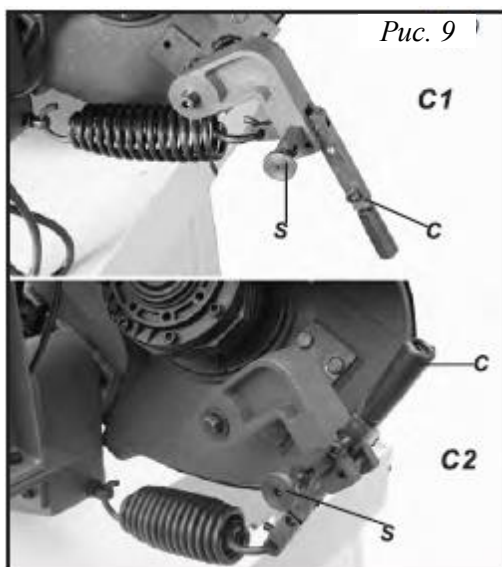

Рис. 9
Переместите рукоятку в автоматическое положение (C2, рис. 9). Зажмите кнопку пружины (S) и установите стержень в гнездо.